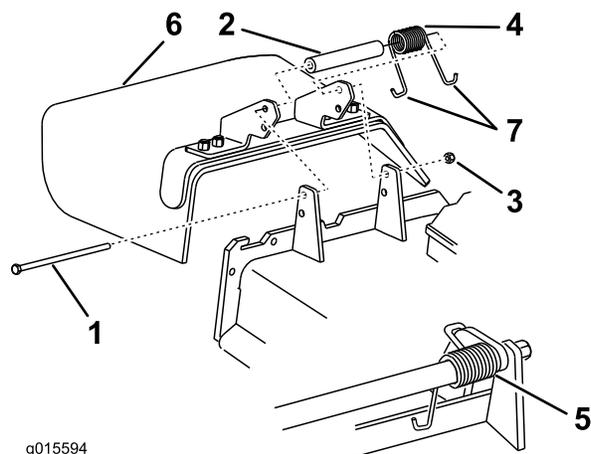

Bild 1
2. Entfernen Sie den seitlichen Auswurfkanal vom Mähwerk (Bild 1).
1. Entfernen Sie die Sicherungsmutter, die Schraube, das Distanzstück und die Feder, mit denen der Seitenauswurfkanal am Mähwerk befestigt ist (Bild 1).